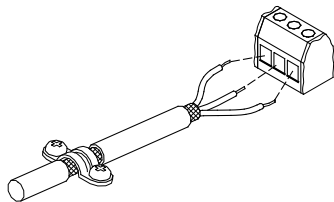

Рис. 10 Зачищенный кабель с экраном и проводными соединениями
- Экраны кабелей подключаются к корпусу с обоих концов посредством правильно выполненных соединений. Экраны должны быть максимально близко к клеммам. См. рис. 10.